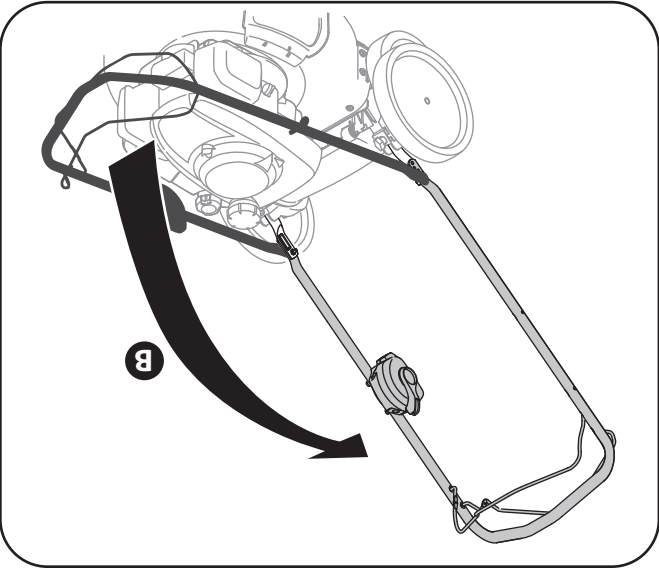

Figure 3-2
- b. Stabilisez la tondeuse pour qu'elle ne bouge pas, puis relevez le guidon supérieur, comme à la Figure 3-2. Ne pincez pas le câble en redressant le guidon et assurez-vous qu'ils vont à l'extérieur de la poignée.